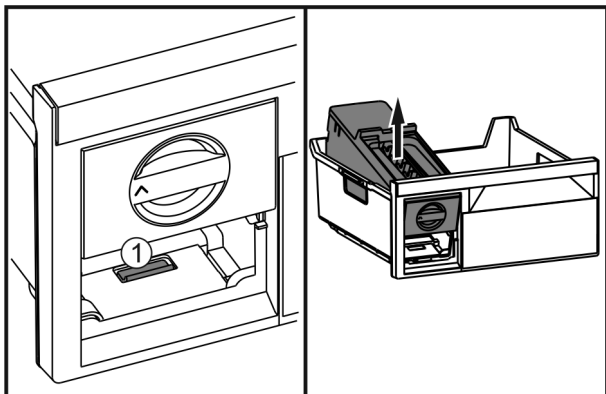

Fig. 29
- ▶ Stlačte západku Fig. 29 (1), EasyTwist-Ice zezadu zvedněte a vyjměte z mrazicí zásuvky.